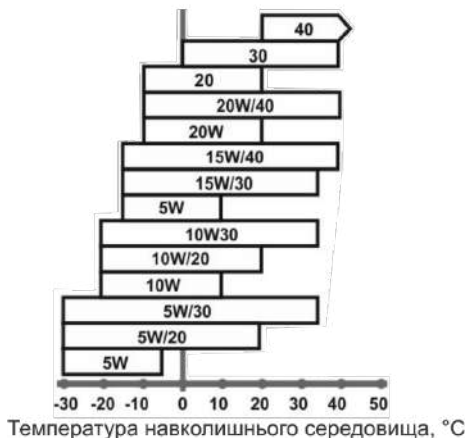

Рисунок 3. Залежність густини мастила від температури сезону.
1. Виріб постачається без моторного мастила у картері двигуна. Перед заправленням перевірити відповідність параметрів вибраного мастила рекомендаціям, вказаним на рис. 3. Рекомендується використовувати мінеральне мастило високої якості.